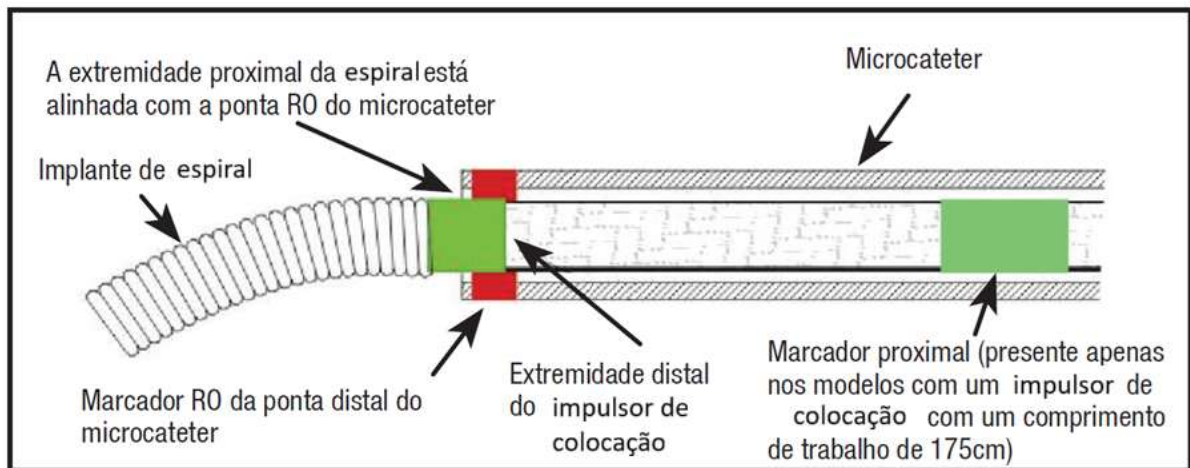

Figura 4 – Posição das tiras marcadoras para separação
25. Avance a espiral para o local pretendido até o marcador radiopaco proximal no impulsor de colocação ficar alinhado ou ligeiramente distal em relação ao marcador RO da ponta distal do microcateter, posicionando a zona de separação imediatamente fora da ponta do microcateter. Consulte a Figura 4.